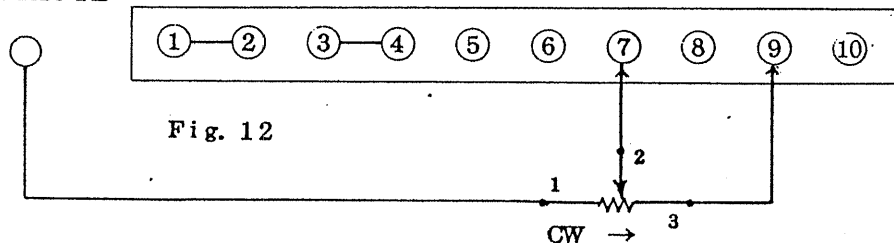

Fig. 12
- 1) Fig. 12 の様に可変抵抗器を接続します。この場合可変抵抗器は 1.5 K Ω のものを使用して下さい。